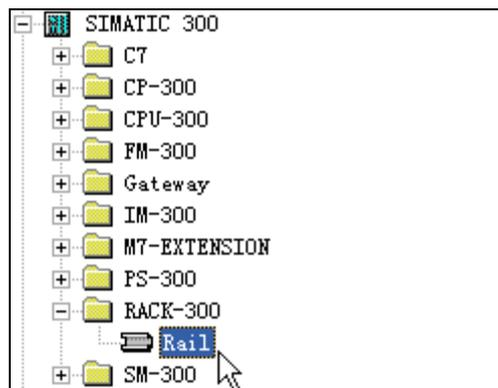

图 2-6 配置 PLC 机架
(1) 双击“SIMATIC 300”下的“Hardware”，进入硬件组态窗口。
(2) 配置机架。展开 SIMATIC 300，找到 RACK-300，双击 Rail，如图 2-6 所示。在左边窗口即出现机架配置界面。